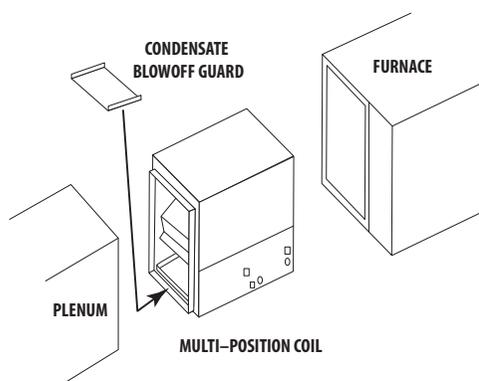
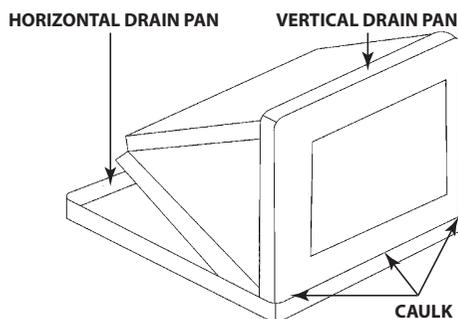

Figure 2. Dispositif d'évacuation du condensat
Figure 3. Calfeutrage du bac à condensat requis pour les applications à débit d'air inversé horizontal
- Sur certains serpentins multipositions où l'air entre par l'extrémité ouverte du serpentín « A » et l'apex du serpentín est en aval de l'entrée d'air, un dispositif d'évacuation du condensat est prévu pour les applications horizontales et doit être fixé au bac à condensat horizontal pour récupérer tout le condensat évacué (voir la figure 2).
- Les serpentins multipositions sont expédiés pour des installations horizontales où l'apex du serpentín pointe vers la gauche lorsque l'on regarde le serpentín de face. Pour les installations horizontales nécessitant que l'apex du serpentín pointe vers la droite, le bac à condensat horizontal doit être retiré et installé sur le côté opposé du serpentín et le capuchon supérieur du serpentín doit être retiré, repositionné et calfeutré de nouveau, comme indiqué dans la figure 3.
Toutes les applications horizontales nécessitent la fixation de déflecteurs à l'avant et à l'arrière de l'apex du serpentin, comme illustré à la figure 4. Ces déflecteurs sont nécessaires pour assurer le bon fonctionnement du système de détection des fuites de réfrigérant dans le cas où une fuite de réfrigérant se développe pendant le fonctionnement du serpentin en orientation horizontale. Pour les serpentins en boîtier, le serpentin doit être retiré du boîtier avant l'installation des déflecteurs. Pour les applications de décharge horizontale à droite, repositionnez et calfeutrez le couvercle supérieur (voir la figure 3) et le bac à condensat horizontal (voir la figure 2) avant l'installation des déflecteurs. Retirez les déflecteurs du sac de pièces fourni avec le serpentin. Le déflecteur le plus étroit doit être installé à l'arrière du serpentin et le déflecteur le plus large doit être installé à l'avant du serpentin, là où se trouvent le collecteur et le TXV. Placez les déflecteurs en haut de l'apex du serpentin comme indiqué à la figure 4 et utilisez les 2 vis fournies dans le sac de pièces pour fixer chaque languette de déflecteur en haut des plaques delta du serpentin, comme indiqué à la figure 4. Faites glisser le serpentin dans son boîtier et poursuivez le processus d'installation du serpentin.